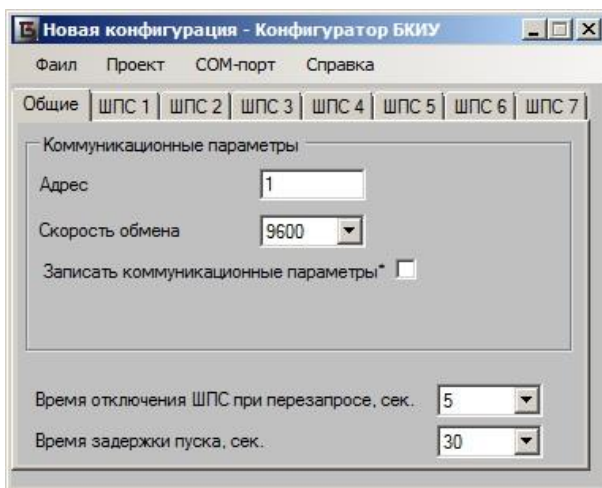

Рисунок 8.1 – Главное окно конфигуратора
8.1 Конфигурирование блока осуществляется с помощью программного обеспечения «**Конфигуратор БКиУ**» (программное обеспечение можно скачать на сайте производителя). При запуске конфигуратора откроется главное окно (рисунок 8.1).